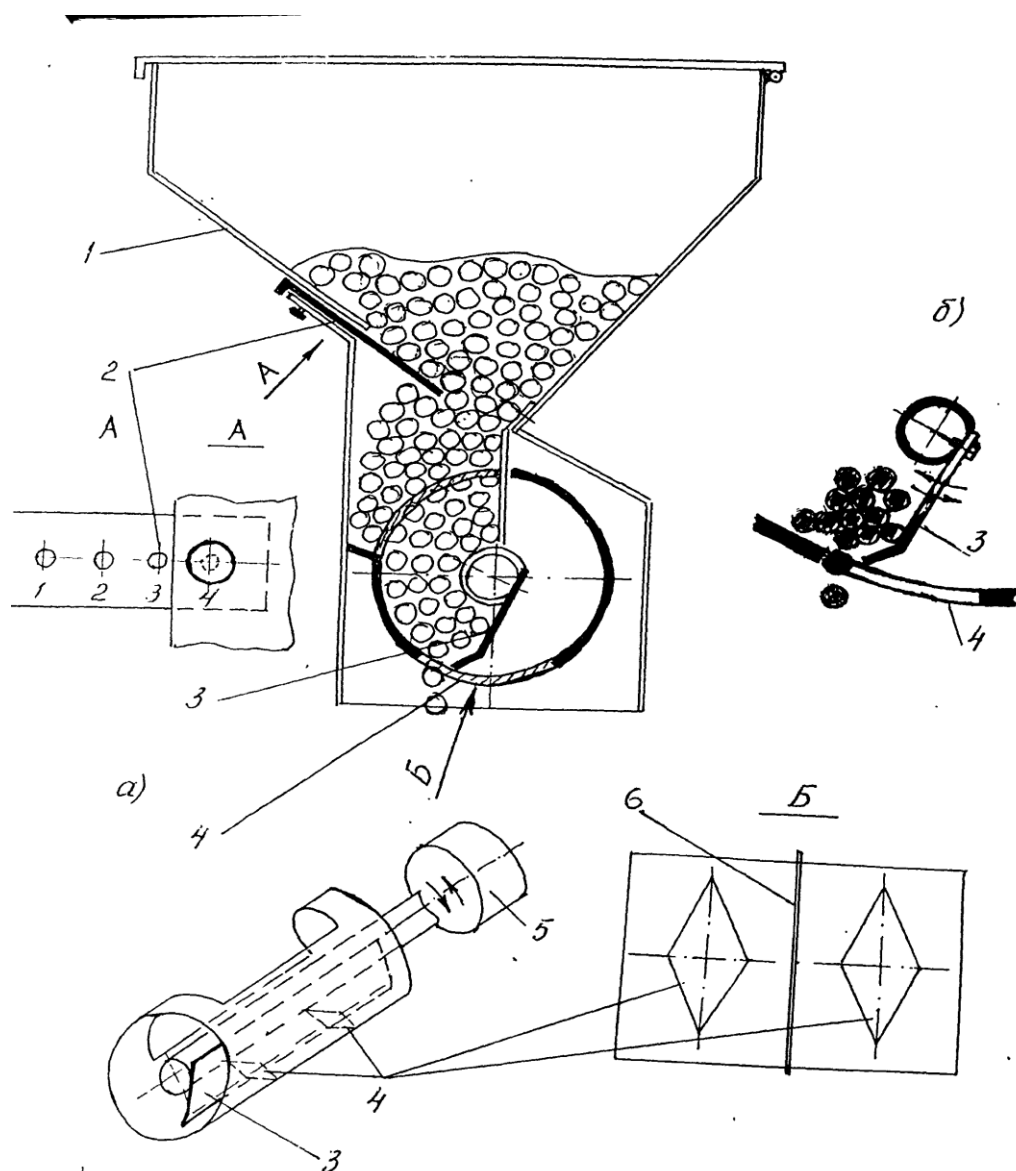

Рисунок 2 Схема импульсного дозатора:
Дозатор (рисунок 2) управляет высевающим аппаратом, главным элементом которого является шаговый двигатель. Установленный на дозаторе процессор контролирует движение семян и положение ротора шагового двигателя, а также информирует о возникающих неполадках и отсутствии семян.
(рисунок 2), перекрывающую отверстие клиновидной формы 4, заслонка поднимается вверх и подбрасывает порцию семян, которые переходят в состояние невесомости, что обеспечивает поштучный отбор семян, т.е. через отверстие должно пройти одно семя. Затем отверстие заклинивается вышерасположенными семенами, а заслонка дозатора возвращается в исходное положение. Цикл повторяется. В идеальном случае за один цикл через отверстие должно проходить одно семя. Для этого отверстие должно иметь площадь сечения соответствующую усреднённому размеру семени.
- установить заслонку 2 (рисунок 2) в зависимости от высеваемых семян в положение (14).